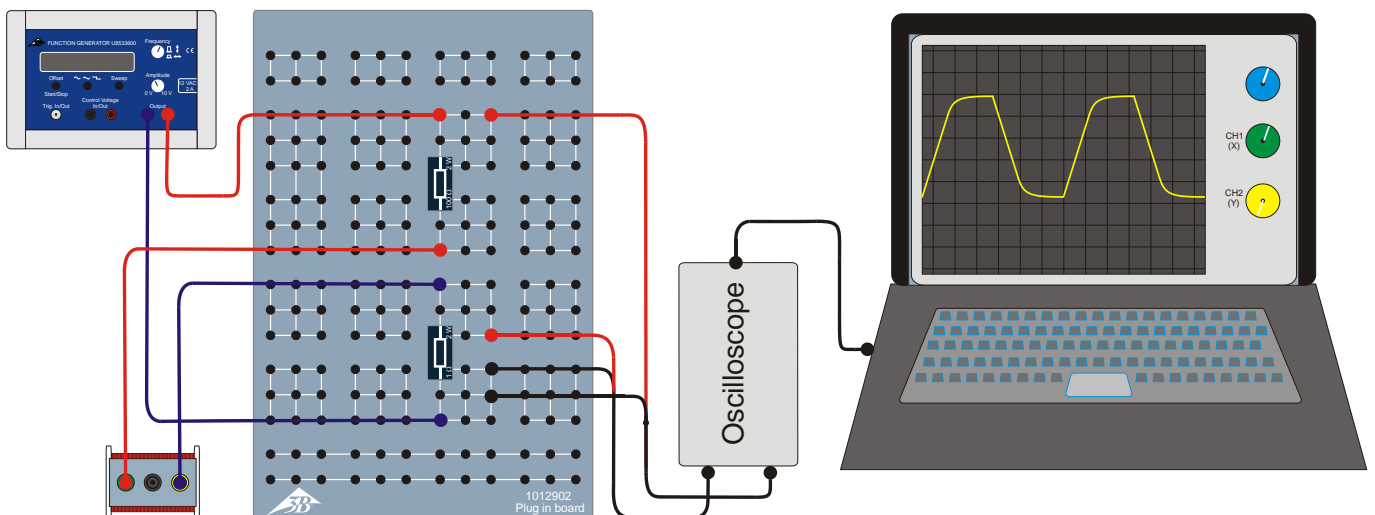

Fig. 2 : Schéma du dispositif de mesure
- Monter le dispositif de mesure d'après le schéma de la fig. 2.
- Enficher l'une des bobines à 1200 spires / 23 mH et la résistance de mesure  $R_m = 1 \Omega$  dans la plaque de connexion en suivant les indications des fig. 2 et 3. Dans un premier temps, enficher un connecteur de shuntage à la place d'une résistance d'essai  $R_R$ .